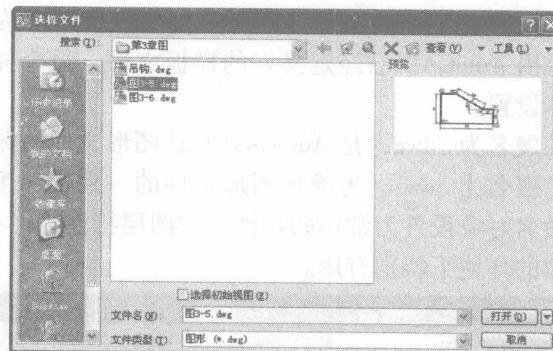

图 1-7 “选择文件”对话框
1) 选择上述方式之一，打开“选择文件”对话框，如图1-7所示。通过对话框的“搜索”下拉菜单选择需要打开的文件。